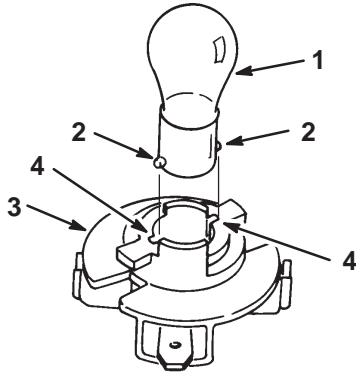

Figure 31
4. Poussez sur l'ampoule pour la tourner à fond vers la gauche (env. 1/4 tour) et retirez-la de l'embase (Fig. 31).
1. L'embase de l'ampoule est munie d'ergots métalliques de part et d'autre. Alignez ces ergots face aux fentes de l'embase et insérez le culot dans la douille de l'embase (Fig. 31). Poussez sur l'ampoule et tournez-la à fond vers la droite.